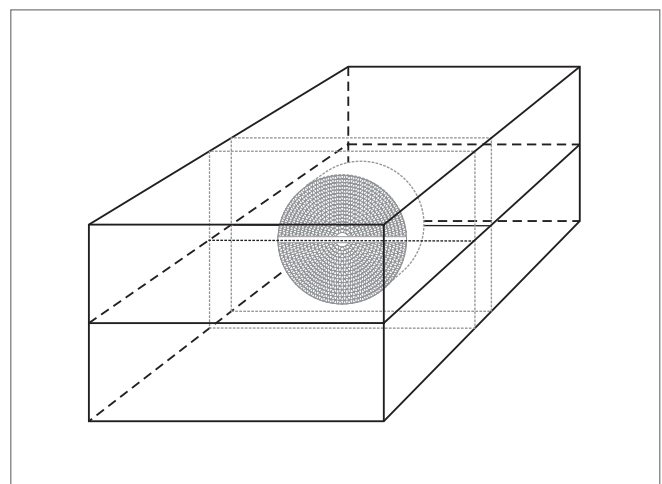

Fig. 25: Dimensions du caisson adaptés à la centrale de traitement d'air
- Lors du montage d'un rotor dans une centrale de traitement d'air, le caisson doit être adapté à la taille de l'appareil (Fig. 25).